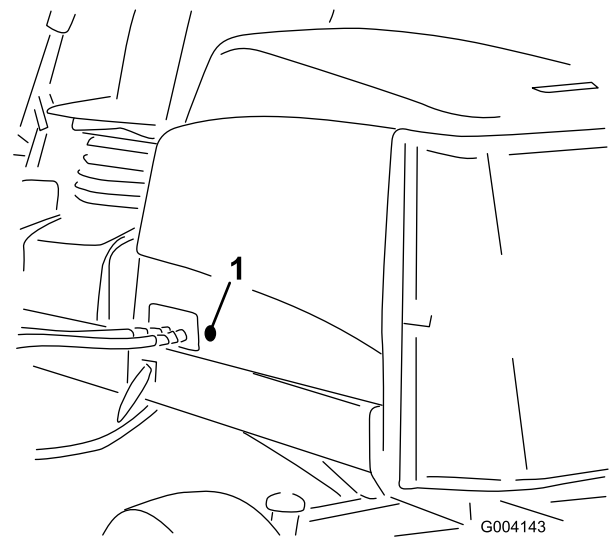

Figura 15
- Togliete l'anello passacavi in gomma dal foro nel lato sinistro del cofano (Figura 15).